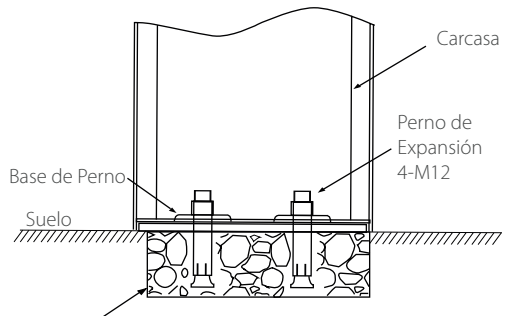

Figura 2-2
- 4) Instale la base de los pernos y utilice una llave para apretar las tuercas, como se muestra en la figura 2-2